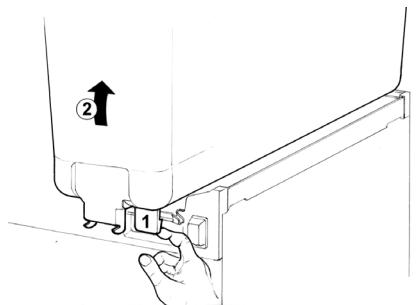

figura 1
- 2** Togliere il contenitore vuoto sollevandolo **dal lato rubinetto** e sfilandolo dalla guarnizione (vedere figura 1).